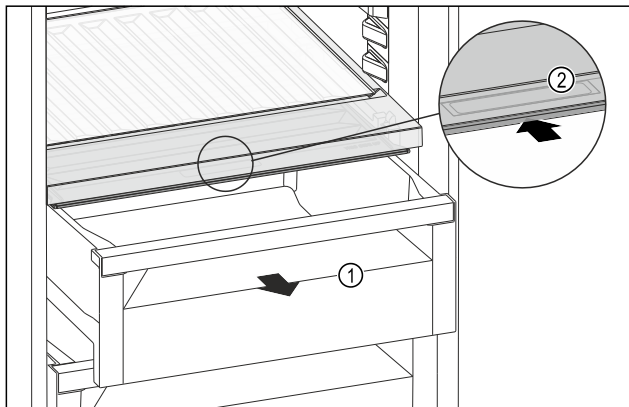

Fig. 224
- ▶ Schubfach Fig. 224 (1) herausziehen.
- ▶ Griffmulde Fig. 224 (2) am Fachdeckel anfassen und Fachdeckel gleichzeitig nach hinten schieben.